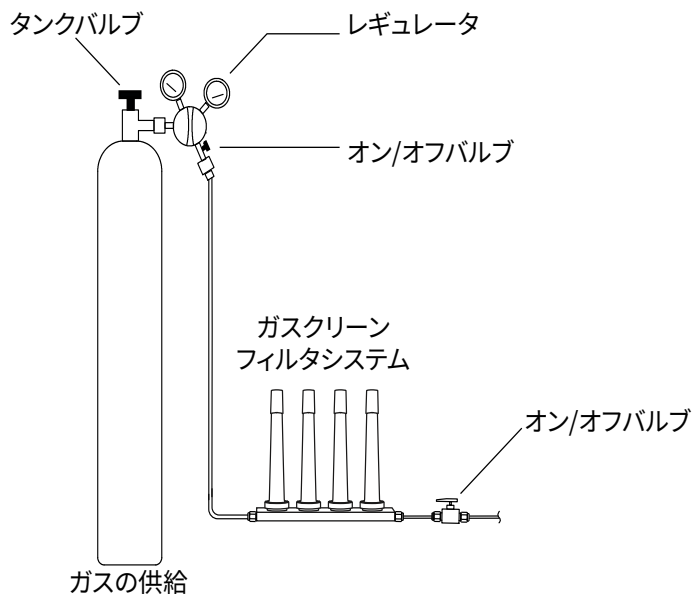

図 9. ガス供給源の配管
- 1 供給配管のどこにトラップを取り付けるかを決めます。図 9 に、キャリアガスに対する推奨トラップ順序、およびオン / オフバルブの推奨位置を示します。『設置準備ガイド』も参照してください。